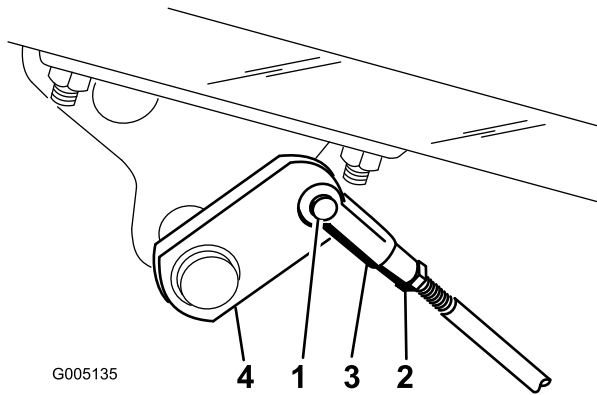

Bild 41
2. Klemmen Sie, wenn die Bremsen nicht gleichmäßig blockieren, die Bremsstangen ab, indem Sie den Splint und den Lastösenbolzen entfernen (Bild 41).
3. Lockern Sie die Klemmmutter und stellen den Lastösenbolzen entsprechend ein (Bild 41).
4. Bringen Sie den Lastösenbolzen am Bremsbügel an (Bild 41).